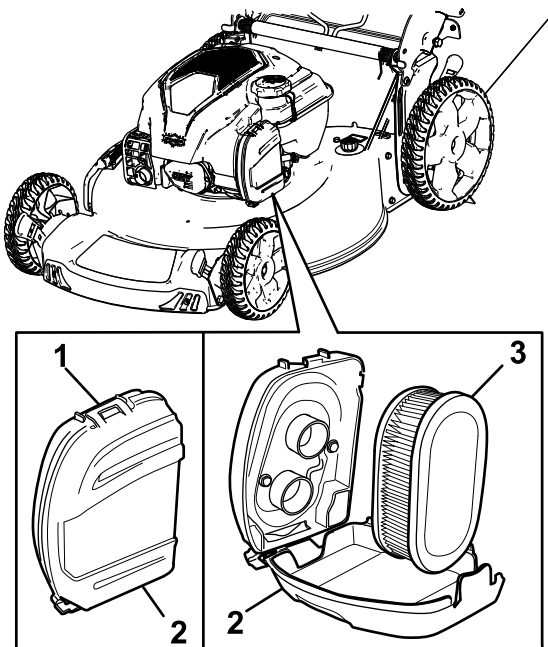

Figure 24
1. Déclipsez le haut du couvercle du filtre à air (Figure 24).
2. Déposez le filtre à air (Figure 24).